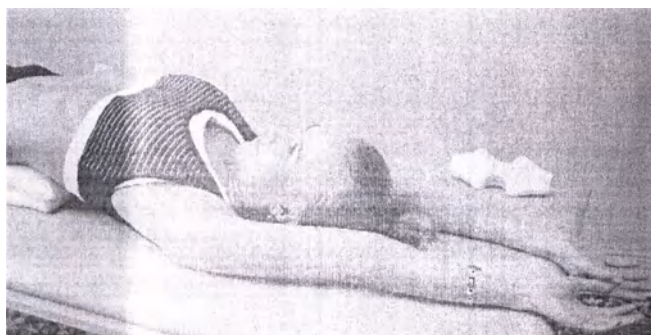

Рис. 21
2. Выполните упражнение на растяжку и укрепление связочного аппарата позвоночника. Для этого нужно лежа на спине потянуться пятками выпрямленных ног вперед, а кистями рук назад (над головой) и зафиксировать данное положение на 3-5 сек. (Рис. 21).